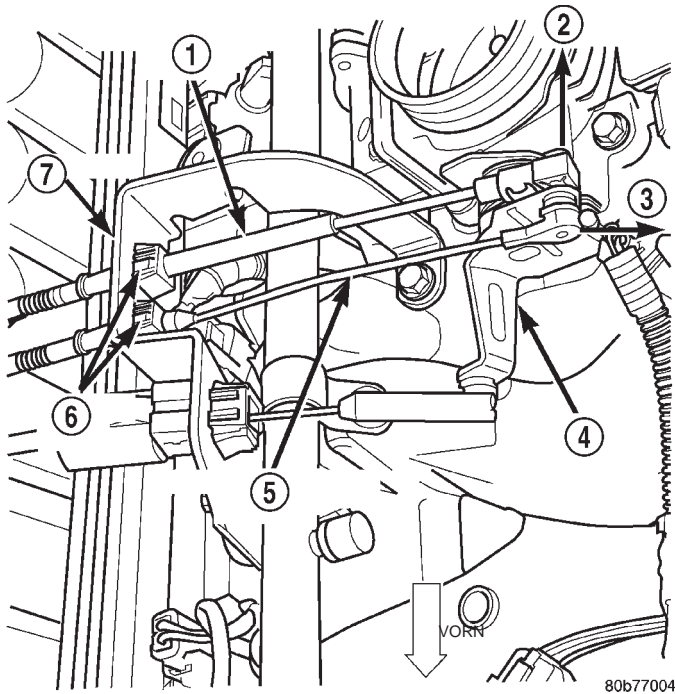

Abb. 4 Tempomat-Seilzug an der Kurbel aus- bzw. einhängen—4.0L-Motor
- (1) Batterie-Minuskabel (-) von der Batterie abklemmen.
- (2) Gehäuse des Ansaugluftfilters vom Drosselklappengehäuse abbauen.
- (3) Anschlußstück des Tempomat-Seilzugs mit den Fingern vom Stift an der Kurbel des Drosselklappengehäuses in Richtung Fahrerseite abziehen (Abb. 4). **Keinesfalls versuchen, das Anschlußstück durch Schwenken nach oben oder nach unten abzuziehen, da es andernfalls beschädigt werden kann.**
(4) Tempomat-Seilzug von der Seilzugführung oben am Ventildeckel abbauen.
(5) Die beiden Entriegelungslaschen seitlich am Tempomat-Seilzug zusammendrücken (Abb. 4) und Seilzug aus der Halterung schieben.
(6) Tempomat-Seilzug am Tempomat-Servolement aushängen.